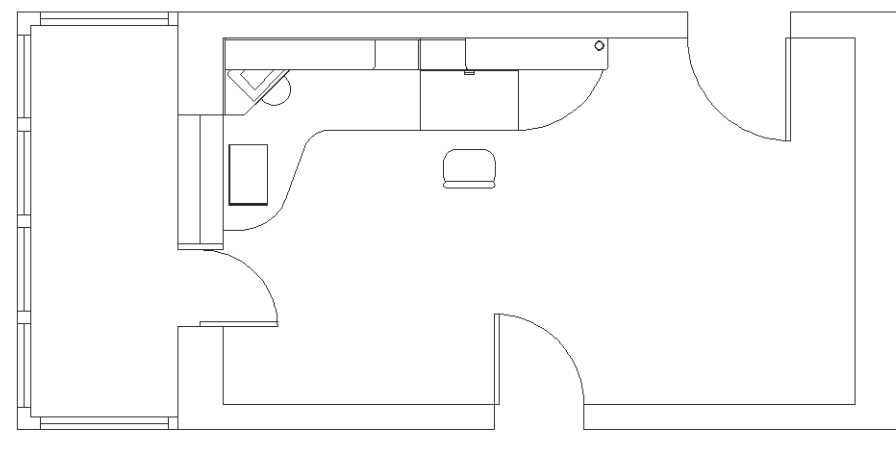

Рис. 12.15 ▼ Главный чертеж после обновления внешней ссылки
4. Состояние внешней ссылки в столбце **Статус (Status)** снова изменится с **Выгрузить (Needs reloading)** на **Загружена (Loaded)**. Закройте панель **Внешние ссылки (External References)**. Вид главного чертежа будет таким же, как и после обновления внешней ссылки с помощью сообщения (рис. 12.15).